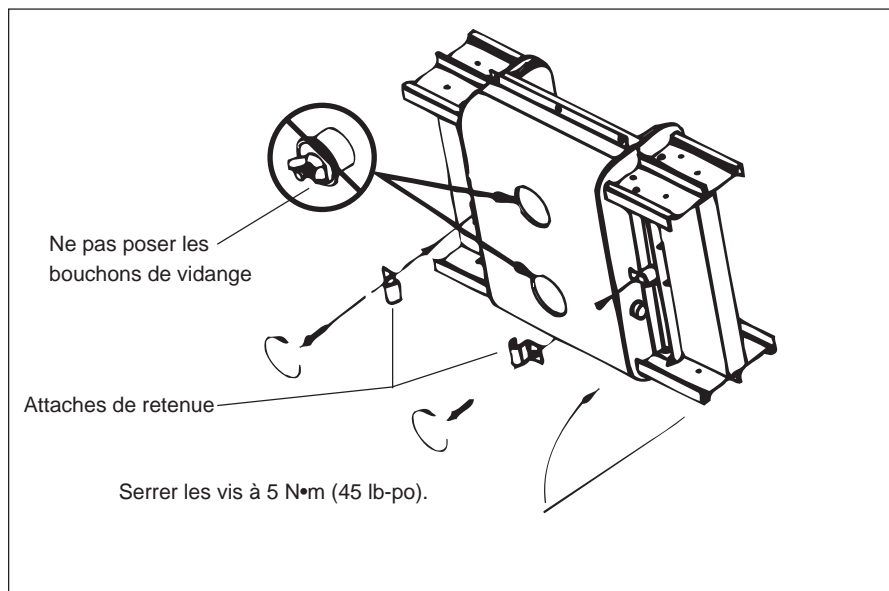

Figure 6
6. Installer les attaches de retenue restantes si nécessaire. Les attaches ne sont pas nécessaires si le couvercle inférieur n'a qu'un trou. Ne pas poser les bouchons de vidange (figure 6).
6. Installer les attaches de retenue si nécessaire. Les attaches ne sont pas nécessaires si le couvercle inférieur n'a qu'un trou (figure 6).